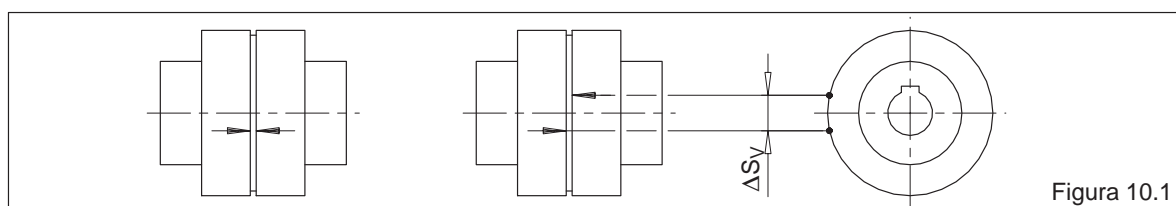

Figura 10.1
Se un gioco di torsione aumentato non compromette il funzionamento del giunto, i pacchi elastici (12) possono essere impiegati fino al raggiungimento di un limite d'usura definito, prima di essere sostituiti. Per la valutazione dell'usura, nella tabella 10.1a o nella tabella 10.1b viene riportato il gioco di torsione ammesso, convertito nella misura di corda ΔS_V sul diametro esterno del giunto. Per rilevare la misura ΔS_V , una parte del giunto senza momento torcente viene girata fino alla battuta e su una parte del giunto viene applicata una marcatura (vedi figura 10.1). Mediante la rotazione della parte del giunto nel senso inverso fino alla battuta, le marcature si allontanano fra loro. Dalla distanza fra le marcature si ottiene la misura di corda ΔS_V . Se la misura ΔS_V supera il valore indicato nella tabella 10.1a o nella tabella 10.1b, occorre provvedere alla sostituzione dei pacchi (12).